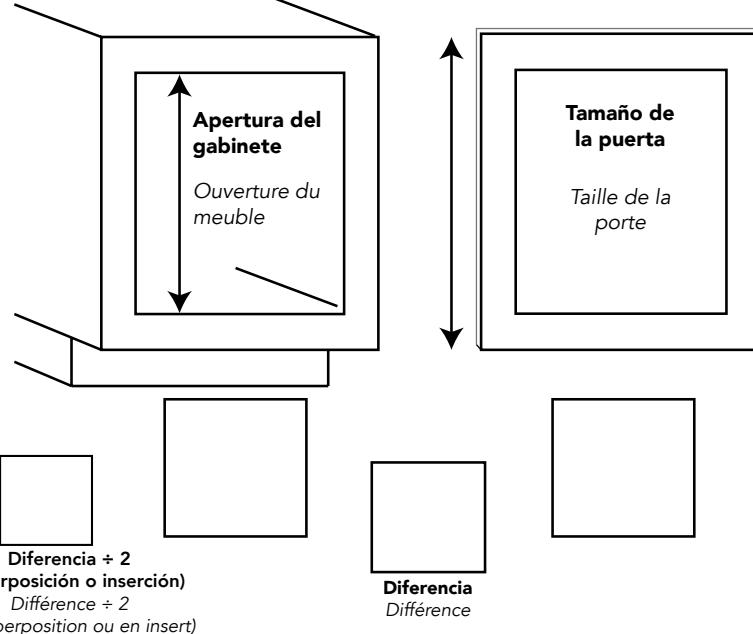

FIG. 8A
Marque las ubicaciones de los tornillos en el centro de la parte gruesa de la puerta, taladre previamente agujeros pilotos y fije la puerta con (4) tornillos de cabeza plana de 6 x 1/2" (Ver Fig. 8A).
Marquez l'emplacement des vis au centre de la partie épaisse de la porte, pré-percez des trous pilotes et fixez la porte avec (4) vis à tête plate de 6 x 1/2 po (voir fig. 8A).